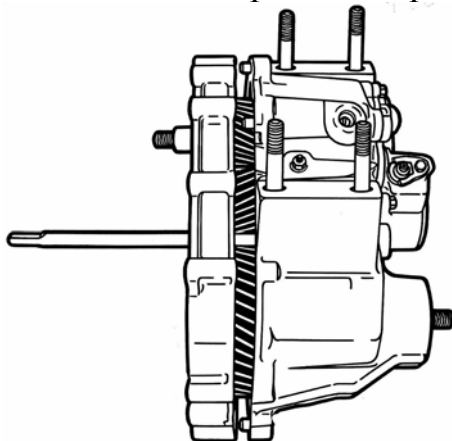

Рис. 4.29. Разъединение переднего и заднего картеров
- разъединить передний и задний картеры (см. рис. 4.29), используя приливы на плоскости разъема переднего картера, и, предохраняя от повреждений плоскость разъема, снять передний картер со штифтов заднего картера, одновременно воздействуя через медную оправку на передние торцы первичного и промежуточного валов и торец шестерни дифференциала;
- снять муфту 36 (см. рис. 4.29) включения блокировки дифференциала с вала 37 привода переднего моста, предварительно пометив взаимное расположение муфты и вала, чтобы при сборке установить их в прежнее положение;